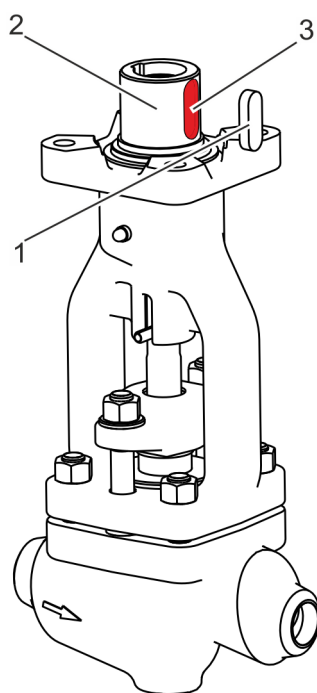

Fig. 36: Retirar la chaveta
4. ➤ Saque la chaveta (Fig. 36/1) del chavetero (Fig. 36/3) situado en el collar (Fig. 36/2).